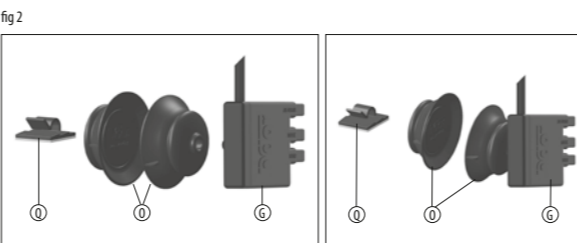

fig 3
Insérer une des deux magnétiques vertes (E) sur le capteur (I) et placer celui-ci horizontalement, comme indiqué sur la fig. 3 au niveau souhaité, en installant la seconde magnétique verte (E) à l'extérieur (I). Pour garantir le positionnement correct du capteur, la surface d'application située entre la paire de magnétiques vertes et le capteur doit mesurer au minimum de 10 mm – 0,4 pouce.
Placez et bloquez le câble du sensor en utilisant le «cable adhèsif (P)» de façon à éviter toute rotation du capteur et à garantir le bon fonctionnement du système (Fig.3).
Insérer une des deux magnétiques vertes (E) sur le capteur (I) et s'installer horizontalement comme se indique sur la fig. 3 al nivel deseado, colocando en el exterior la segunda magnética verde (E). El espacio máximo aconsejado de la superficie de aplicación compo es la coppia di magneti verde per il corretto posizionamento del sensore è di 10 mm – 0,4 in.
Colocar y bloquear el cable del sensor en la adherencia de cable adhesivo (P) de forma que evite rotación del sensor y garantice el correcto funcionamiento del sistema (Fig.3).